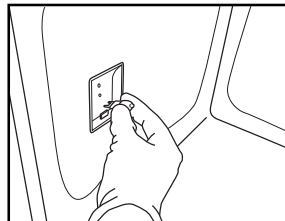

Fig. 8
4. Skift ut pæren (se type i anmerkning) (Fig. 8).